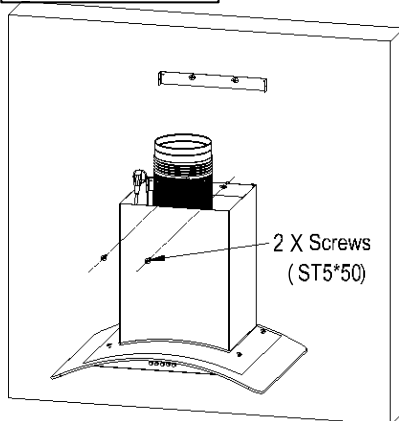

Рисунок 7
6. Закрепите планку дымохода к стене винтами 5\*50 (2шт.) для предотвращения самопроизвольного соскальзывания вытяжки с кронштейна.. См. Рисунок 7.